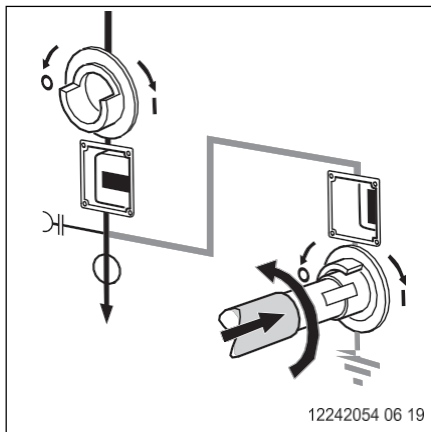

Fig. 45
**3** Opriți întrerupătorul de împământare. Țineți apăsat maneta de comutare (axul roșu) până la capătul de oprire împotriva presiunii arcului și rotiți-l în sens invers acelor de ceasornic (Fig. 45).